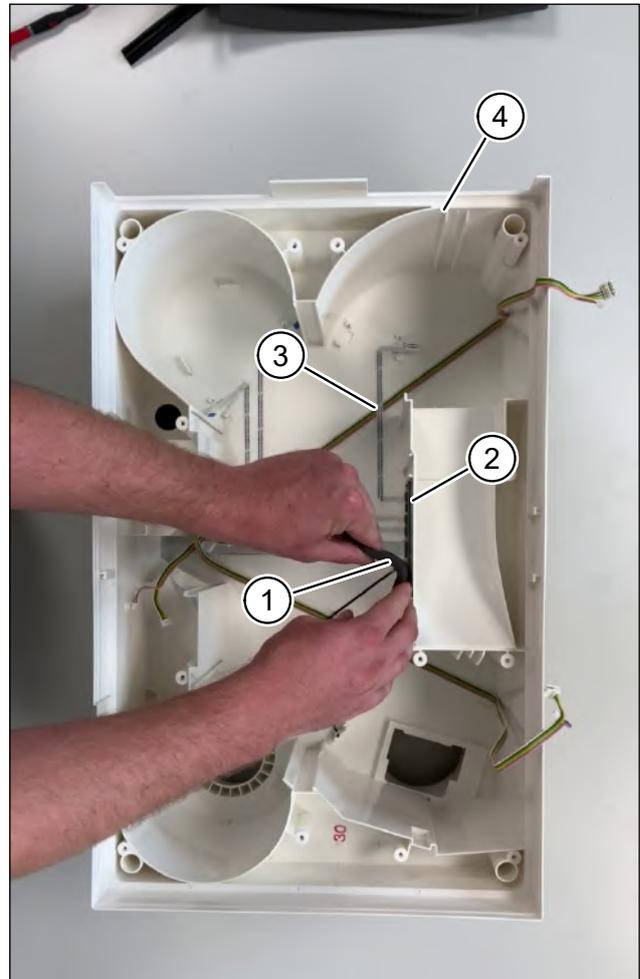

Abb. 8: Verteilerplatine entfernen
- ▶ Entfernen Sie den Halter (Pos. 1 in Abb. 8) über der Verteilerplatine.
- ▶ Lösen Sie die Steckverbindungen an der Verteilerplatine (Pos. 2 in Abb. 8).
- ▶ Entfernen Sie alle Kabel und Leitungen (Pos. 3 in Abb. 8) aus dem Gehäuse (Pos. 4 in Abb. 8).